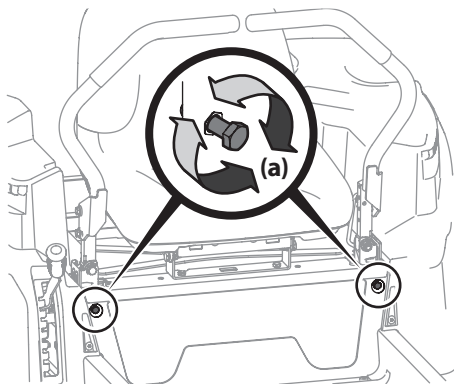

Figure 4-8
2. Repérez les boulons de réglage (a) des barres de conduite à l'avant du châssis du siège. Voir Figure 4-8.